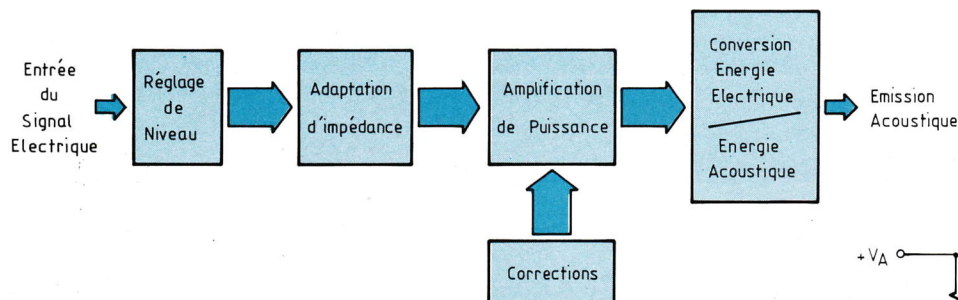

Fig. 1 : Synoptique de l'ampli-Combo.
- l'alimentation et l'ampli-correcteur. Ses dimensions extérieures sont de $270 \times 220 \times 150$ (H x L x P), et il ne nécessite absolument aucun réglage. Il présente une structure simple et assez classique (figure 1) :